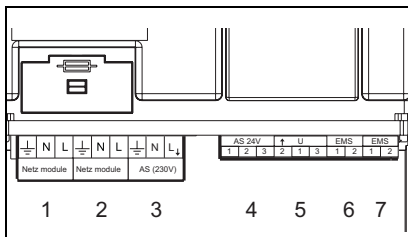
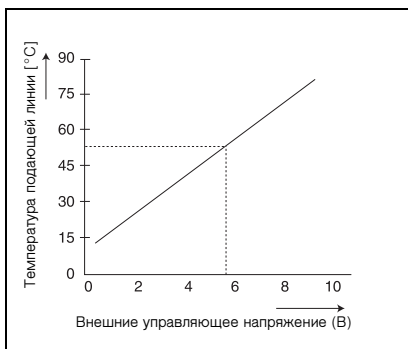
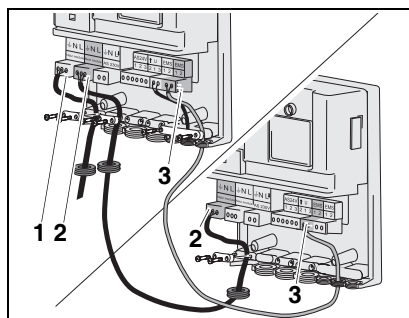

Рис. 2 Подключения
Рис. 3 Диаграмма 0 – 10В
Рис. 4 Два соединенных между собой модуля, сетевое подключение
Соедините контакты подключения EMS (рис. 2, поз. 6) на EM10 2-жильным кабелем с контактами RC (или ) отопительного котла (возможно параллельное подключение к регулятору температуры).
а) Через контакты AS 24В (рис. 2, поз. 4).
б) Через контакты AS 230В (рис. 2, поз. 3). Здесь можно подключить, например, сирену или сигнальную лампу.
С помощью сигнала 0-10 В постоянного тока (рис. 2, поз. 5) возможно регулирование по температуре подающей линии или мощности котла (рис. 3).
Этот вид регулирования активируется, когда переключены клеммы 1 и 3. См. рис. 2, поз. 5 и электросхему на стр. 47. EM10 задает отопительному котлу через сигнал 0-10 В мощность в процентах (см. таблицу 2).
Имеется возможность соединить между собой несколько различных модулей (например, EM10 и VM10). У двух или трех модулей можно соединить сетевые контакты (рис. 4, поз. 2) и контакты EMS (рис. 4, поз. 3). Внимание! Соблюдайте полярность. Общая длина кабеля шины EMS не должна превышать 100 м.
- Подключите регулятор температуры Logamatic RC к контактам EMS (рис. 4, поз. 3).
- Подключите модуль к сети 230 В переменного тока (рис. 2, поз. 1 и рис. 4, поз. 1).